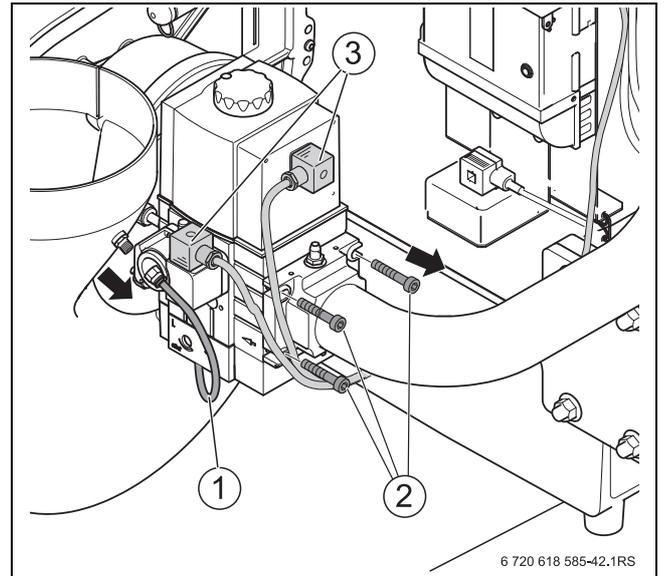

Рис. 56 Отсоединение подключений газовой арматуры
- ▶ Разъедините электрические соединения на газовой арматуре и вентиляторе (→ рис. 56, стр. 37).